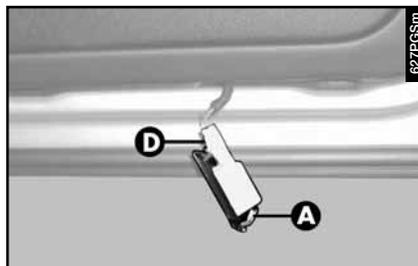

fig. 78
– Sortir le plafonnier en le poussant avec un tournevis sur l'agrafe (**A-fig. 78**).
– Remonter le plafonnier en l'introduisant d'abord d'un côté (**D-fig. 78**), puis en le poussant de l'autre jusqu'à entendre le déclic de blocage des agrafes.